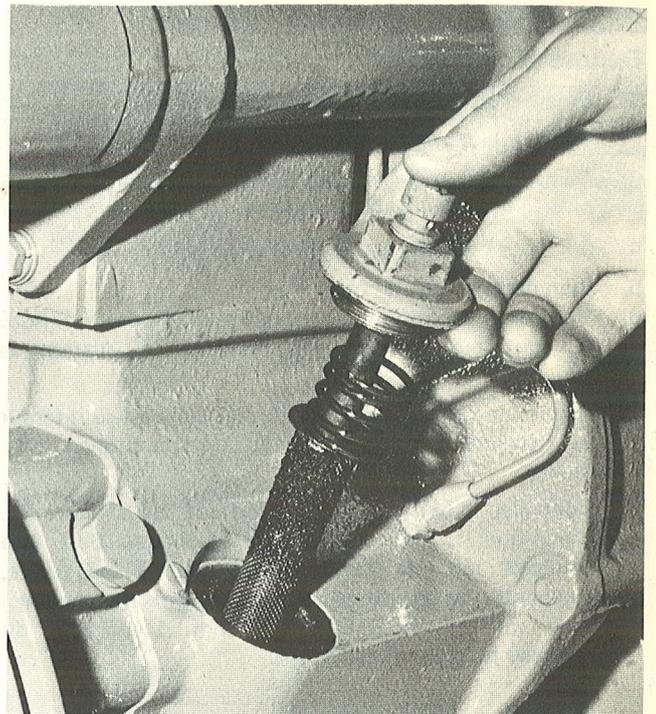

Figure 35. Démontage de la crépine d'huile, MD1B
1. Enlever l'écrou carré de la crépine. Retirer la crépine, figure 35.